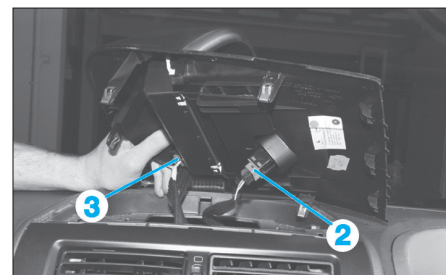

Fig. 16
- Débrancher les connecteurs des feux de détresse (2) et de l'écran multifonction (3) (Fig.16).